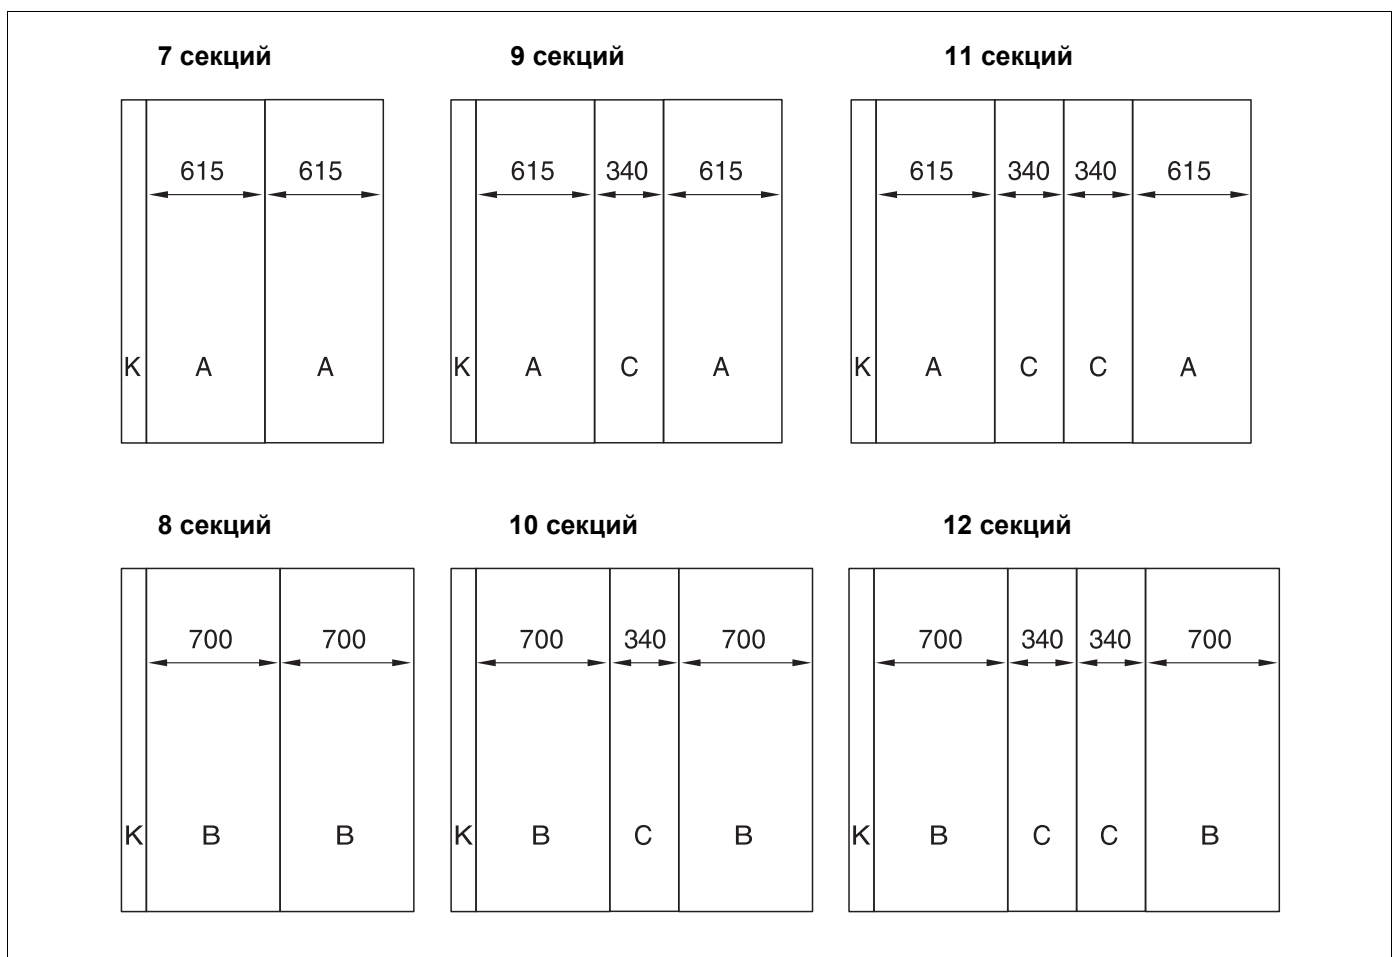

Рис. 48 Расположение боковых стенок для различных типоразмеров котлов (размеры в мм)
- ▶ Все боковые стенки монтировать согласно монтажному плану (рис. 48).